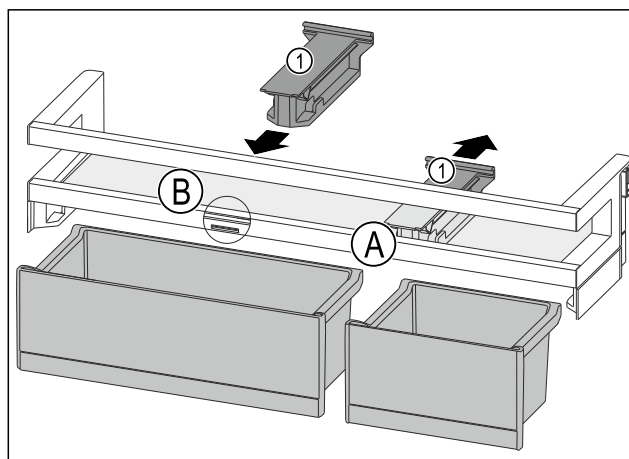

Fig. 85
- ▶ Stiahnite prídržný diel Fig. 85 (1) v polohe Fig. 85 (A) dozadu.
- ▶ Vložte prídržný diel Fig. 85 (1) v polohe Fig. 85 (B).